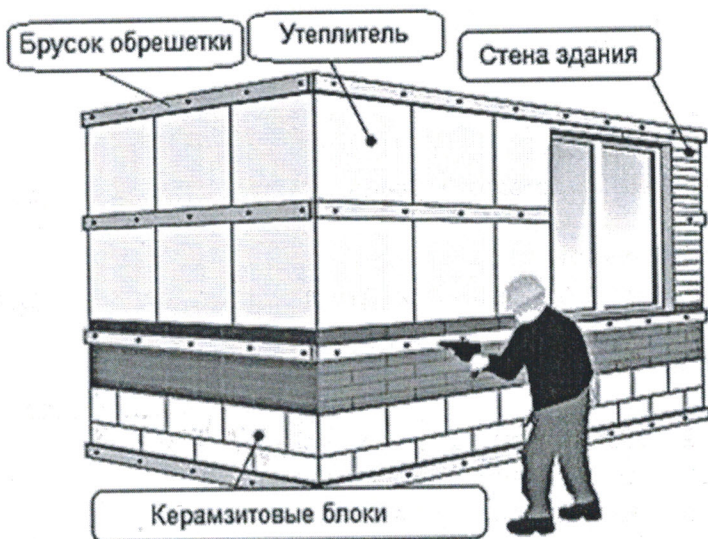

Рисунок 1
6.1.2. Бруски горизонтальной обрешетки крепятся к несущей стене (рисунок 1).